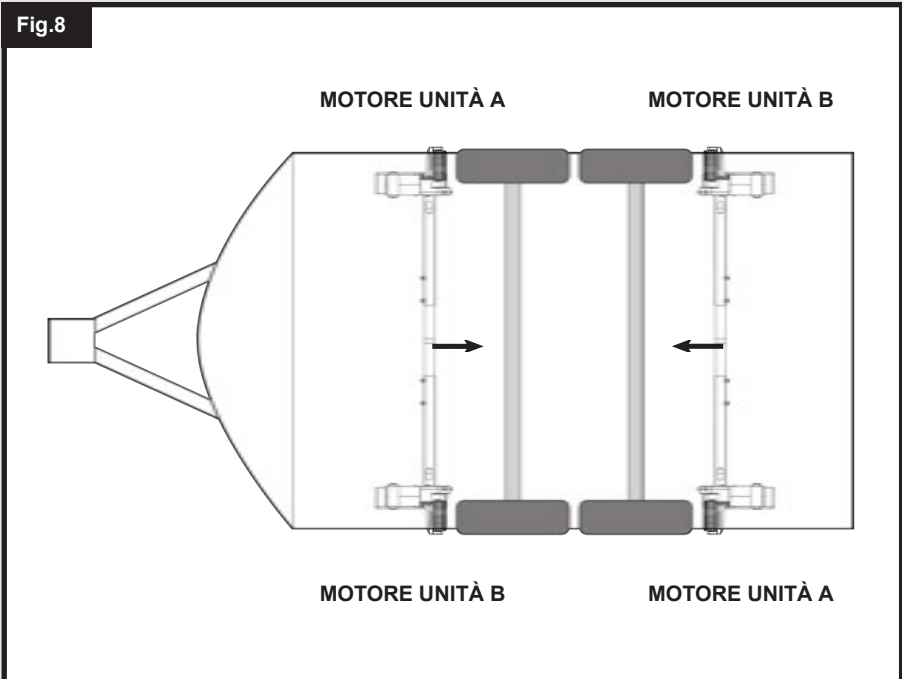

Fig.9
Studiare la Fig.9. Su un lato del veicolo, sollevare il gruppo della struttura e montare liberamente il gruppo di fissaggio alla struttura e al telaio come da Fig.10. I fissaggi dei morsetti (7,16,17,18) devono essere stretti al massimo con le dita in questa fase. Una volta autosostenuto tramite i fissaggi allentati, procedere a ripetere il processo sull'altro lato del veicolo.
Una volta soddisfatti della distanza del mover, stringere completamente i quattro dadi nyloc (17) su entrambi i gruppi di bloccaggio (Fig.9) con una coppia di serraggio di 40 ft lbs/55Nm, poi i bulloni (Fig. 1A) su ogni quadro lato motore con una coppia di serraggio di 9ft lbs/12Nm. Ricontrollare la distanza di 20 mm dai rulli ai pneumatici e, se necessario, allentare i bulloni e regolare nuovamente la posizione del gruppo. Una volta soddisfatti della posizione del gruppo, montare e serrare i dadi e i bulloni di arresto del telaio (7) in ciascuna delle piastre superiori del morsetto classico (8) (vedi Fig. 9). Serrare con una coppia di serraggio di 40 ft lbs/55Nm. I bulloni di arresto afferrano il labbro del telaio e aiutano ad evitare che il carrello scivoli lungo il telaio